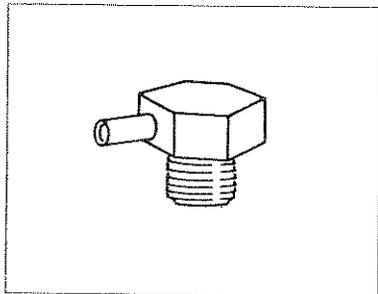
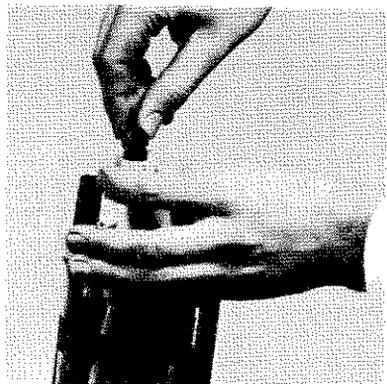

Abb. 2: Winkeladapter 444-507
Abb. 3: Winkeladapter wird am O₂-Anfeuchter befestigt.
2. Schrauben Sie den Winkeladapter (Abb. 2) fest in den mittleren Ansatz des Anfeuchterdeckels (Abb. 3).